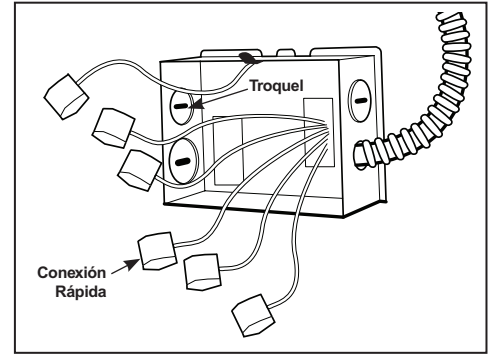

Figura 5
Paso 2. Quite la tapa de la caja de empalmes. Quite el/los troquel(es) redondo(s) correspondiente(s) y proporcione el tipo de servicio eléctrico usado/permitido por su código eléctrico local. (Figura 5)
Paso 3. Pele el alambre de suministro 3/8" e inserte cada alambre de suministro en el conector correspondiente. Conecte el alambre negro del accesorio al caliente, el alambre blanco del accesorio al neutral y el alambre verde del accesorio a tierra. (Figura 5)